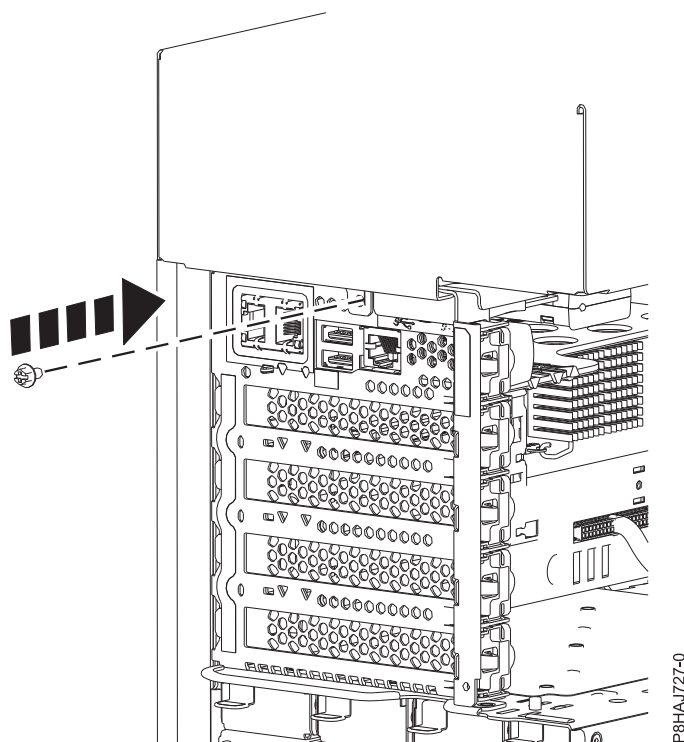

図 27. 8286-41A サイド・カバーねじの取り付け
5. プラスのねじ回しを使用して、サイド・カバー後部ねじを取り付けます (47 ページの図 27 を参照)。